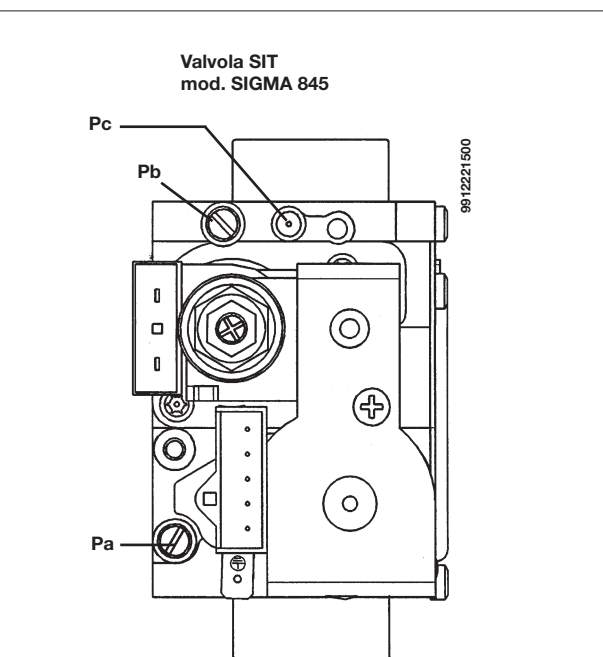

Figura 9a
- verificare che la pressione dinamica di alimentazione della caldaia, misurata alla presa di pressione (Pa) della valvola del gas (figura 9a) sia quella corretta (**37 mbar** per il gas **propano** o **20 mbar** per il gas **metano**).